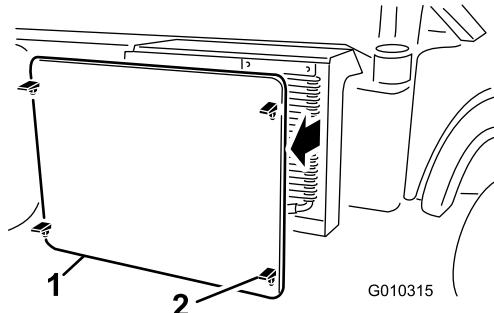

Bild 50
5. Lösen und entfernen Sie das Kühlergitter vorne am Kühler (Bild 50).